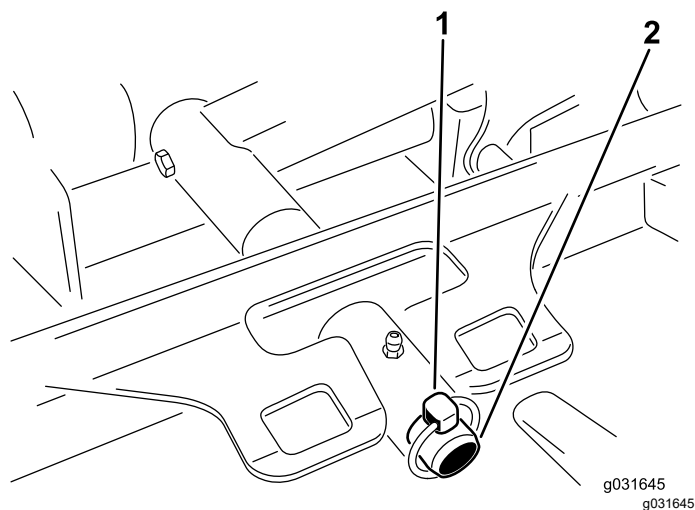

図 68
3. カッティングユニットのキャリアフレームを昇降アームのピボットピンに固定しているリンチピンまたはリテーナナットを外す 図 68。
3. カッティングユニットのキャリアフレームを昇降アームのピボットピンに入れ、リンチピンとリテーナナットで固定する 図 68。